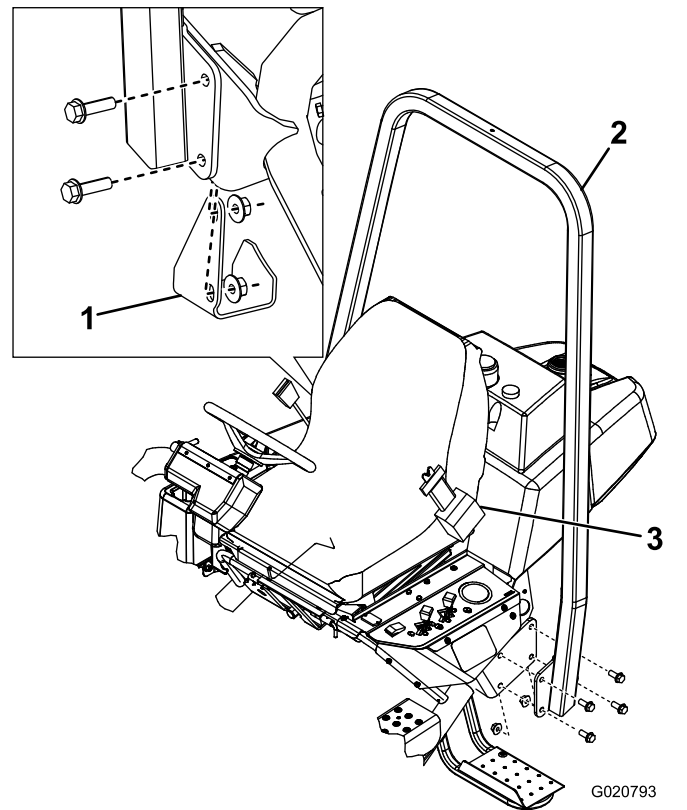

Figure 6
2. Abaissez le cadre ROPS (Figure 6) sur les supports de montage, en alignant les trous de fixation.